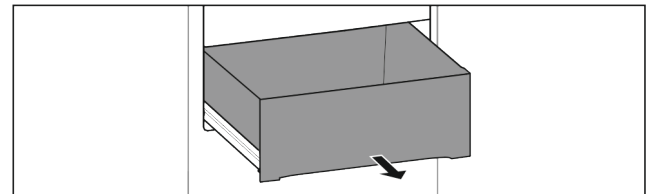

Fig. 23
- Il cassetto è completamente estratto (vedere Fig. 23).